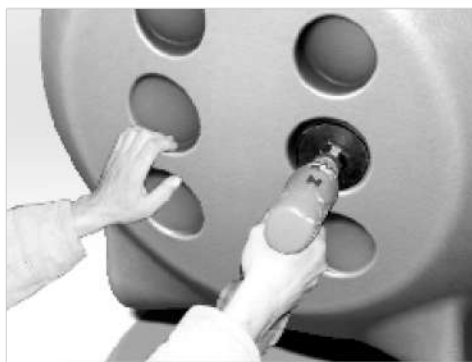

Рис. 10 Сверление отверстия для установки ЗПТ
- производится сверление отверстия (рис. 10);